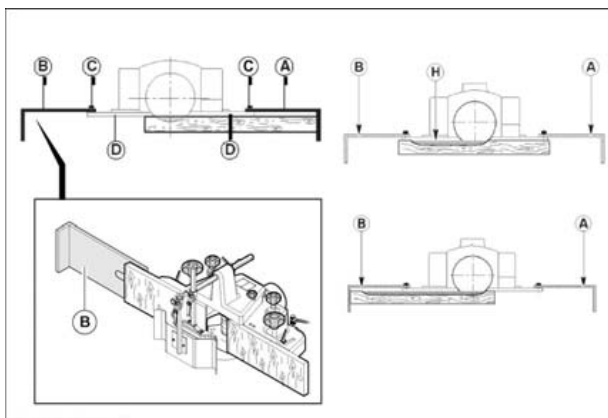

Fig. 9.33-5D
Per fresature non passanti (H fig. 9.33-5D) e lavorazioni di pezzi corti, è indispensabile creare sulla guida in ingresso e su quella in uscita, delle battute antirigetto (A fig. 9.33-5D) e (B fig. 9.33-5D) (non in dotazione). Queste devono essere fissate con le viti (C fig. 9.33-5D) sulle guide (D fig. 9.33-5D).
- appoggiare il legno contro la battuta (A fig. 9.33-5D) e spingerlo contro la fresa;
- avanzare con il pezzo fino alla battuta (B fig. 9.33-5D).